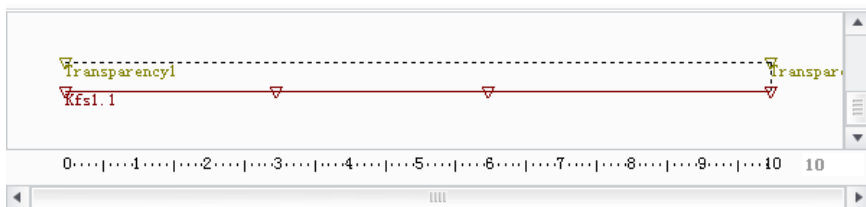

图 14.2.33 时间域
(1) 在系统  的提示下，在模型中选取零件 UPPER_MOLD.PRT。
(2) 在“选择”对话框中单击 **确定** 按钮。
(3) 在“定时透明”对话框的 **透明** 文本框中输入数值 88。
(4) 从 **之后** 列表选取一个参考事件 Kfs1.1:10 Snapshot4，动画将在该时间和参考事件后改变到该透明状态。
(5) 其余参数都采用系统默认的设置值。
(6) 单击“定时透明”对话框中的 **应用** 按钮，定时显示事件 Transparency2 出现在时间线中，如图 14.2.33 所示。